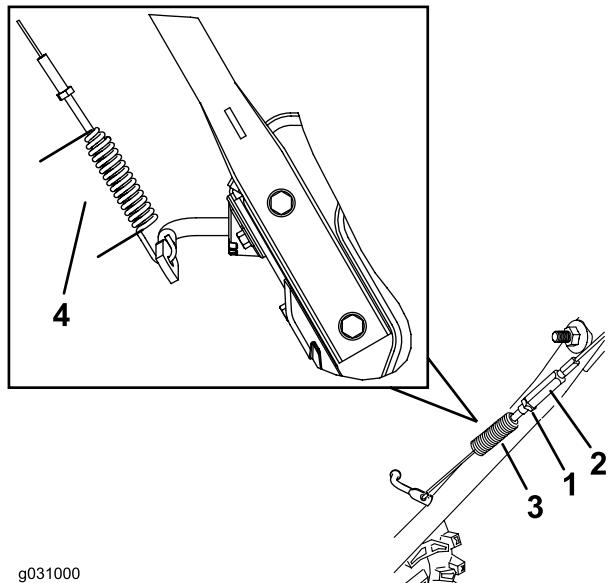

Figure 29
3. Desserrez ou serrez le tendeur pour régler la longueur du ressort à 7 cm, comme montré à la Figure 29.
4. Serrez l'écrou de blocage (Figure 29) en vérifiant que le câble est légèrement tendu.